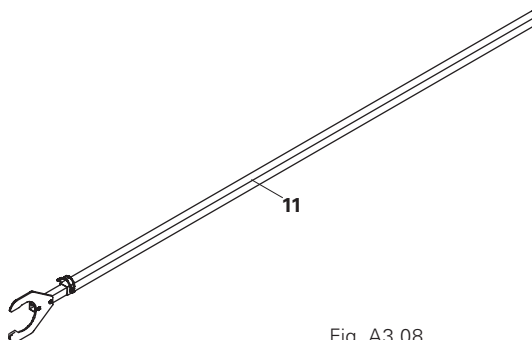

Fig. A3.08
L'asta di montaggio GFA (11) serve per il montaggio e lo smontaggio degli elementi GRIDFLEX. (Fig. A3.08)